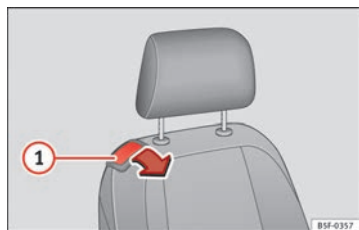

Fig. 81 Asiento del acompañante: palanca para abatir el respaldo.
- Tire de la palanca ① ⇒ fig. 81 y empuje el respaldo hacia adelante de forma que el respaldo quede en posición horizontal.